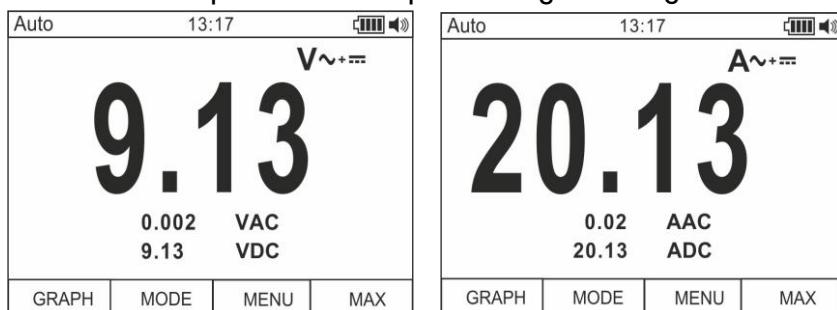

Fig. 3: Description mesure de Courant et de Tension AC+DC
- Appuyer sur la touche **F2** et sélectionner le mode " $V\sim+\cdots$ " ou " $A\sim+\cdots$ " (voir Fig. 3)